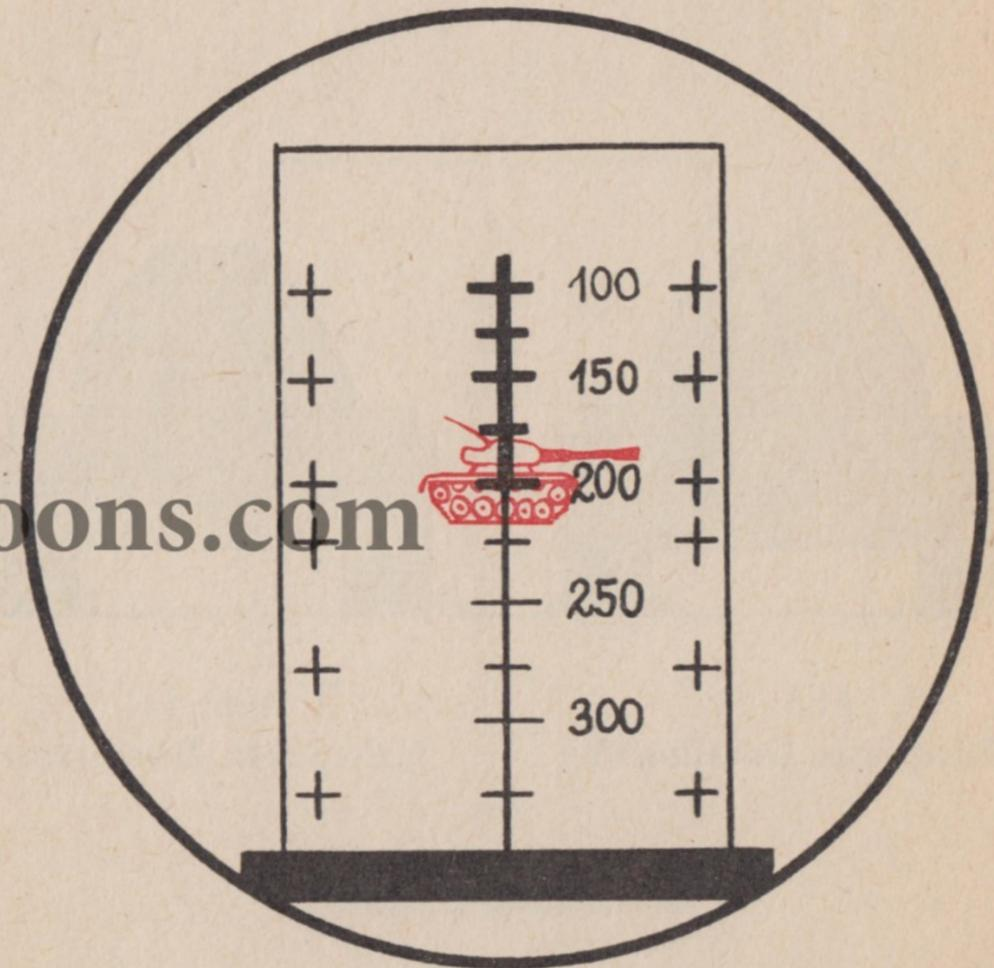

Abb. 12
**Stehende Ziele** sind mit der entsprechenden Entfernungsmarke auf dem senkrechten roten Strich der vorderen Visiereinrichtung und mit dem Haltepunkt **Zielmitte** anzuvisieren (Abb. 12).